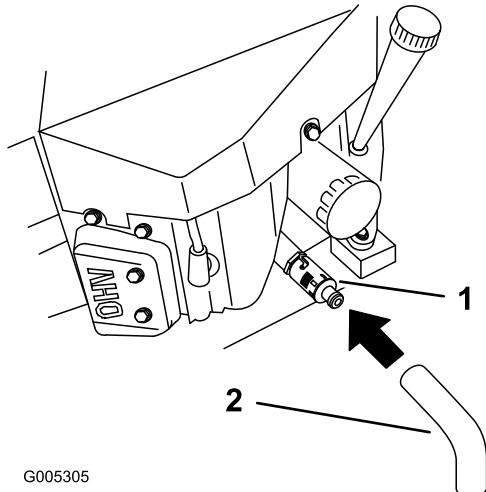

Bild 32
6. Stellen Sie ein Auffanggefäß unter den Ablassschlauch. Drehen Sie das Ölabblassventil, damit das Öl herauslaufen kann (Bild 32).
8. Entfernen Sie den Ablassschlauch (Bild 32).